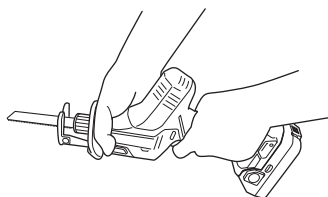

Fig. 16
- Asegúrese de sujetar el cuerpo desde la parte superior de la carcasa. (Fig. 16)